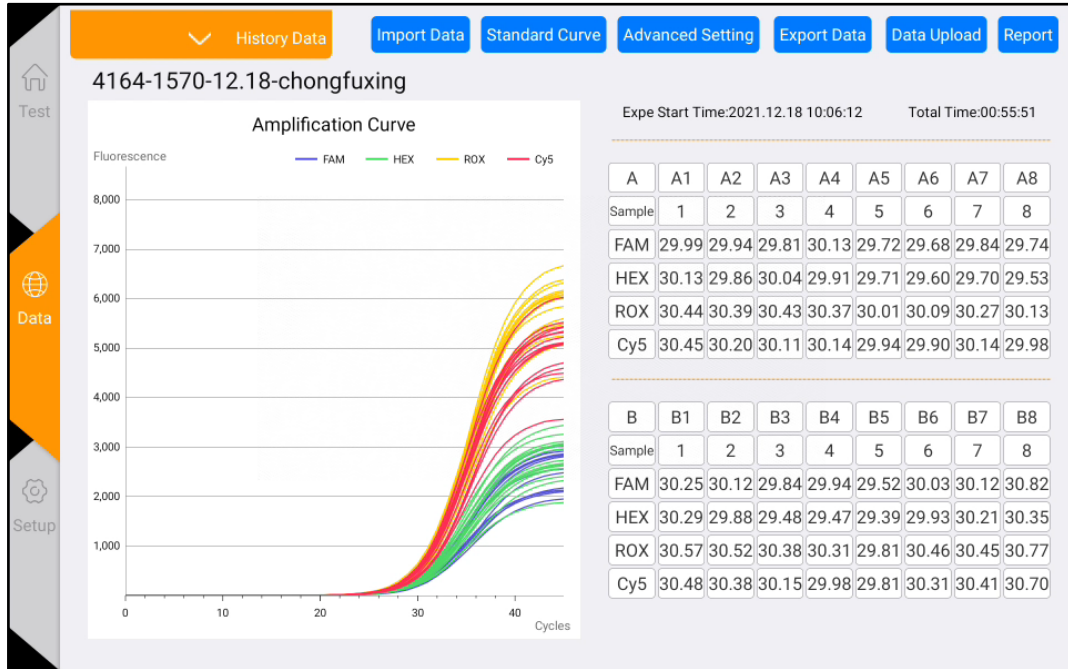

Figura 4-5-1 Interfaz de análisis de resultados
- 1) Haga clic en el botón "Fecha" en la página principal para acceder a la página de "Análisis de resultados", como se muestra en la Figura 4-5-1.